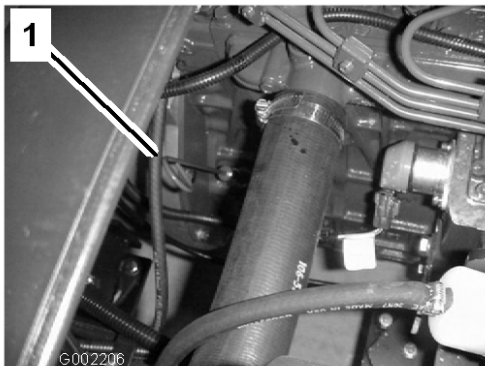

図 38
2. 助手席の下にあるディップスティックを抜き、ウェスで一度きれいに拭く（図 38）。ディップスティックを、チューブの根元までもう一度しっかりと差し込む。ディップスティックを引き抜いて油量を点検する。
13. オイル補給口のキャップを取り、所要量の約 80% のオイルを補給口から入れる（図 38）。